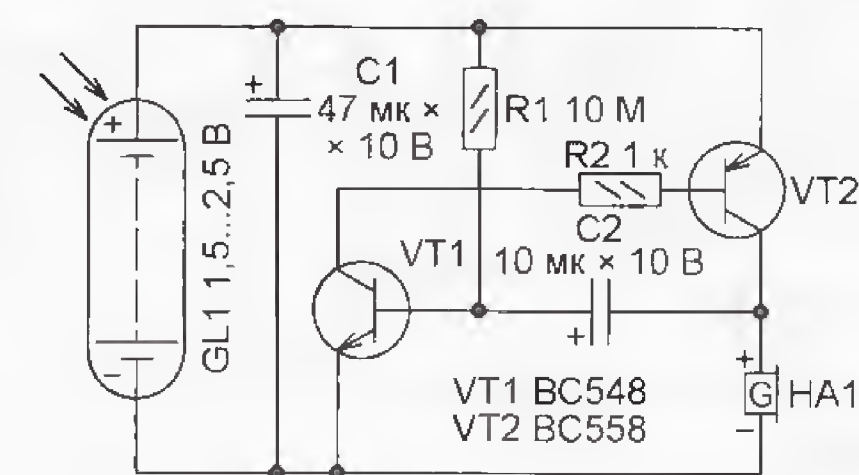

Рис. 7
**"Солнечный сюрприз-шутка"** (рис. 7 <[http://www.electronicshobby.com/electronicshobby/circuitarchives/my\\_documents/my\\_pictures/753\\_april\\_2\\_efy.png](http://www.electronicshobby.com/electronicshobby/circuitarchives/my_documents/my_pictures/753_april_2_efy.png)>), автор — D. Somnath. Эта игрушка подаёт звуковой сигнал при ярком освещении взятой из калькулятора "Citizen CT-500" солнечной батареи